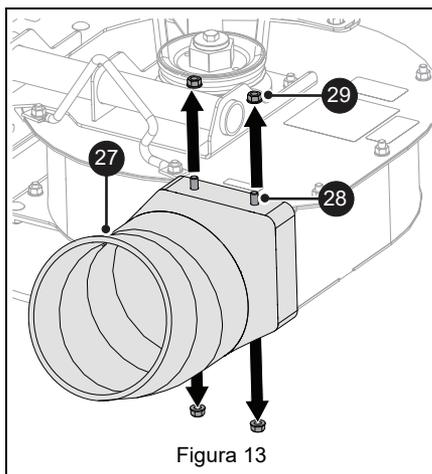

Figura 13
1. Instale el adaptador de manguito (pieza 27) y fíjelo con cuatro pernos de cabeza redonda y cuello cuadrado de 5/16" x 1" (pieza 28) y cuatro tuercas de bloqueo de brida de 5/16" (pieza 29). Los pernos se montan desde dentro con las tuercas en la parte exterior. Consulte Figura 13.